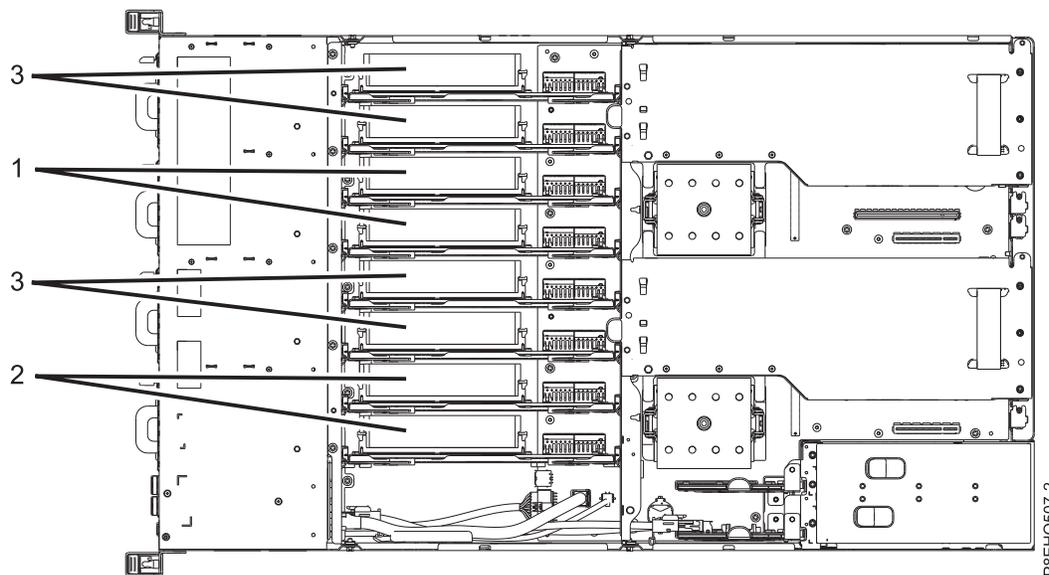

Figura 34. Secuencia de instalación para las tarjetas de expansión de memoria del modelo 8335-GCA
Las tarjetas de expansión de memoria deben estar instaladas en este orden: (1) y, a continuación, (2), seguidamente (3), tal como se muestra en la Figura 34. De forma predeterminada, las primeras posiciones (1) siempre se llenan.